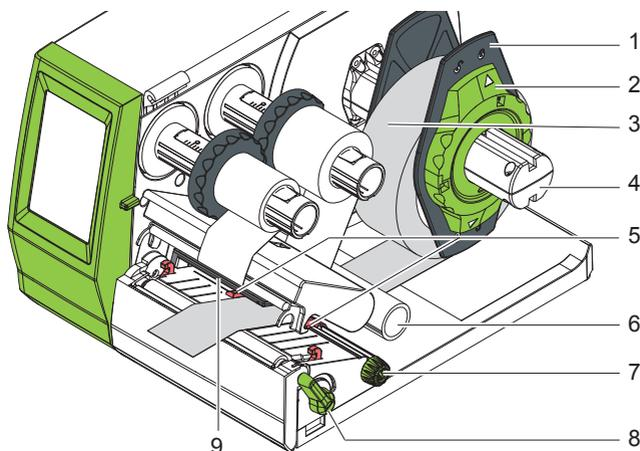
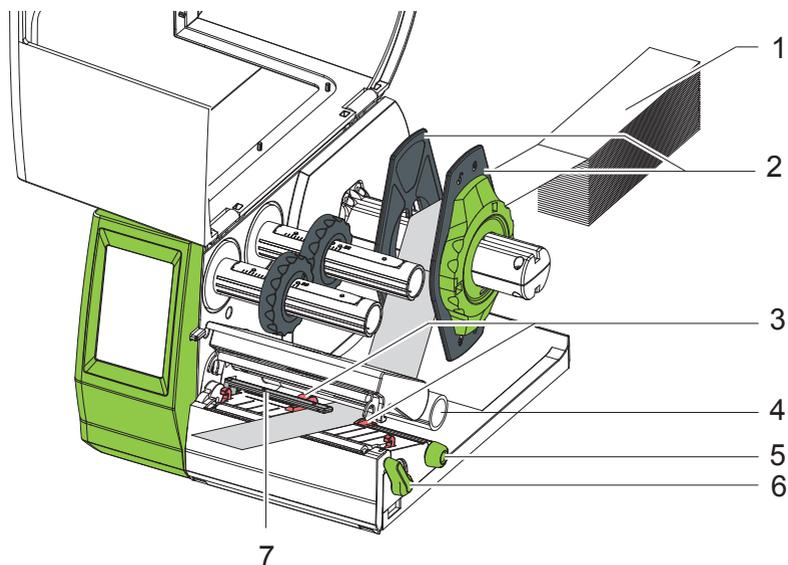

Рис. 9 Вставить роликовый материал
Рис. 10 Закладка материала Leporello
2. Поверните рычаг (6) против часовой стрелки, чтобы открыть печатающую головку.
3. Отрегулируйте ограничитель полей (1) на намотчике (5) в соответствии с шириной пленки (рис. 10):
- Удерживайте намотчик и разблокируйте ограничитель полей (1), повернув его в направлении А.
- Подайте ограничитель полей (1) в направлении В и при помощи шкалы отрегулируйте на ширину пленки.
- Удерживайте намотчик и заблокируйте ограничитель полей (1), повернув его в направлении С.
4. Надвиньте рулон пленки (4) на намотчике (5) до ограничителя полей (1) так, чтобы цветной слой пленки после укладки был направлен в сторону печатающей головки.
**Для намотки ленты требуется сердечник для пленки (3), ширина которого как минимум соответствует ширине рулона пленки.**
5. Отрегулируйте положение ограничителя полей на намотчике на ширину сердечника пленки (3) и наденьте сердечник пленки на намотчик (2).
6. Проведите трансферную пленку через печатающий узел, как показано на рис. 9.
► **Проденьте переводную пленку через датчик этикеток (7).**
7. Закрепить начало пленки с помощью клейкой ленты в центральном положении на сердечнике для пленки (3). Обратите внимание, чтобы направление вращения намотчика было против часовой стрелки.
8. Поверните намотчик (2) против часовой стрелки, чтобы выровнять подачу ленты.
9. Прижмите головной уголок и поверните рычаг (6) по часовой стрелке, чтобы заблокировать печатающую головку.